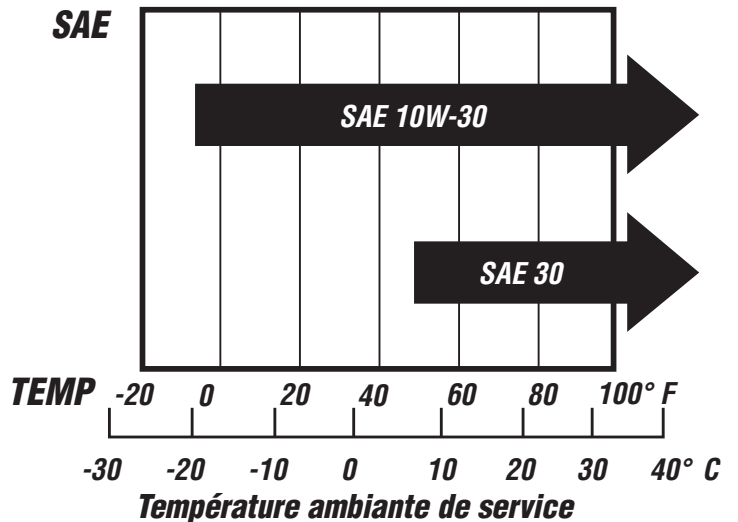

Figure 5
• Le moteur est expédié sans huile. Le défaut d'ajouter de l'huile causera de sérieux dommages au moteur. Une bouteille d'huile à moteur est incluse avec votre débroussailleuse. Veuillez référer à la Figure 5 pour connaître les types alternatifs d'huile à utiliser selon les différentes températures. Utilisez toujours une huile détergente classifiée «Pour Service, SG, SH, SJ» ou plus élevé. N'utilisez pas d'additifs spéciaux.